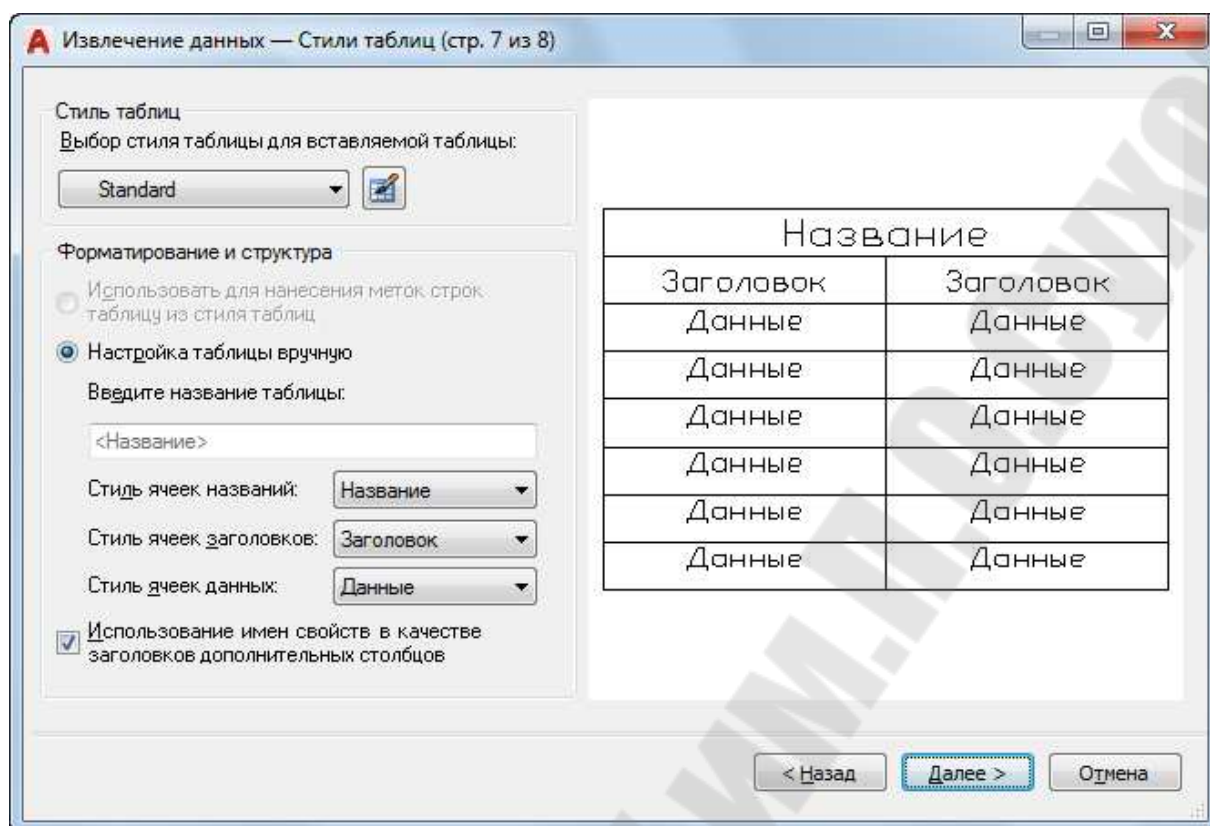

Рис. 2.145. Диалоговое окно «Извлечение данных – Стили таблиц»
**Шаг 7. Стили таблиц** – управление внешним видом таблицы извлечения данных. Данная страница отображается, если на странице «Выбор типа вывода» выбрана таблица текущем чертеже (рис. 2.145).